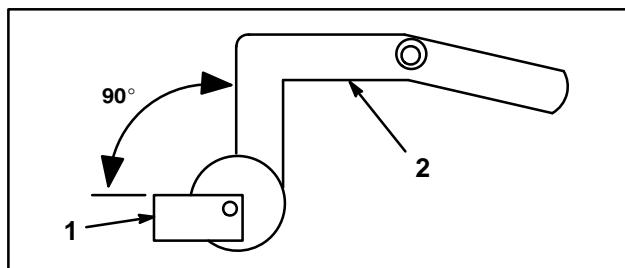

Figure 36
**Important :** Orienter l'arrêteoir de courroie du galet tendeur avec un angle de 80 à 90° par rapport au bras de tension (Fig. 36), sans quoi la tondeuse risque d'avancer très lentement lorsqu'on enfonce la pédale d'embrayage.